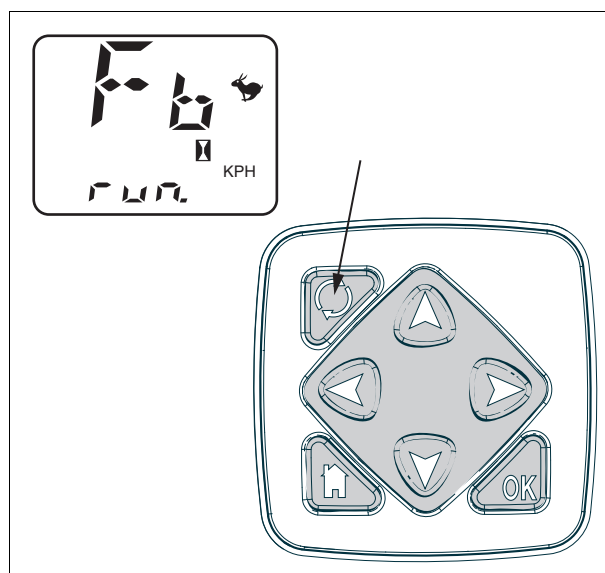

Рис. 12.
6. На экране должна отобразиться надпись "run" рис. 12.